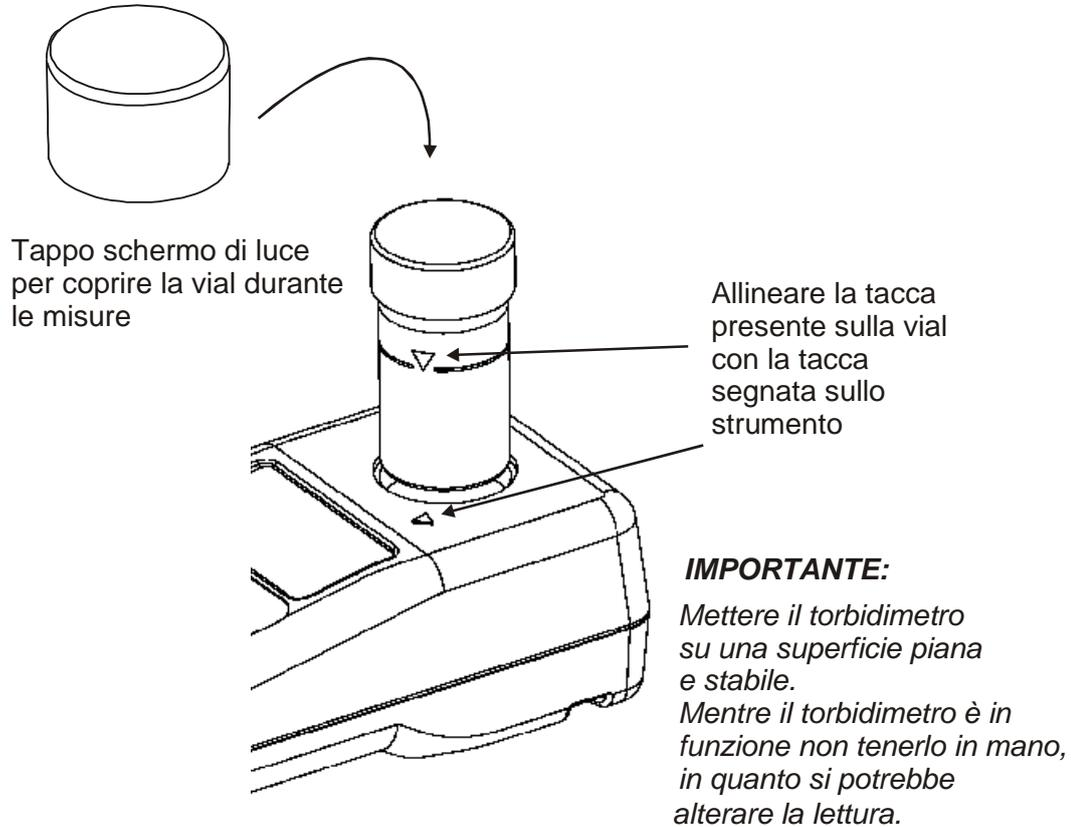

Figura 9: Allineamento della tacca della vial con quella dello strumento
2. Mettere la vial nel pozzetto di misura e allineare la tacca riportata sulla vial con quella segnata sullo strumento. (Vedi Figura 9).